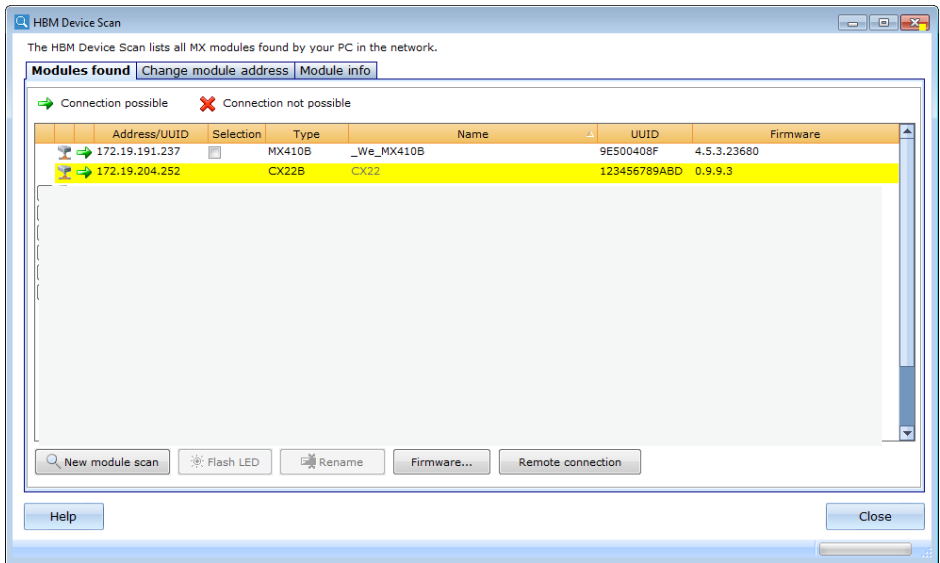

图6.1 显示已发现模块以及是否可连接
- ▶ 从列表中选择数据记录仪，显示接口的当前地址。图6.1模块的IP地址为172.19.204.252。